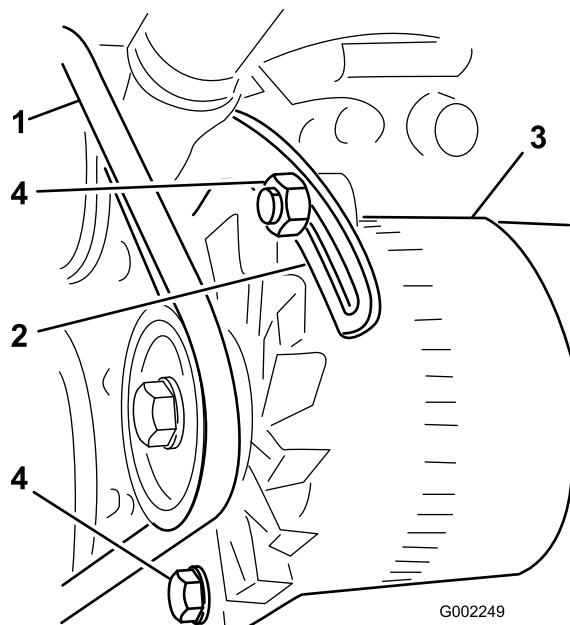

Figure 55
- Desserrez les boulons de fixation du renfort au moteur et le boulon de fixation de l'alternateur au renfort (Figure 55).